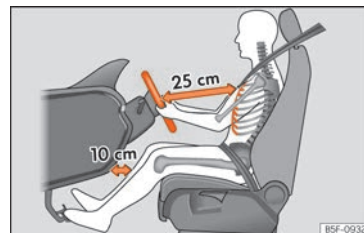

Fig. 85 La distanza corretta tra il conducente e il volante
- Regolare la posizione del volante in modo tale che la distanza tra il volante stesso e il torace sia di almeno 25 cm » **fig. 85.**
- Posizionare il sedile di guida in modo tale che tra lo sterno del conducente e il centro del volante ci sia una distanza di almeno 25 cm » **fig. 85.** Se si sta seduti a meno di 25 centimetri di distanza non si può essere protetti con adeguata efficacia dal sistema degli airbag.